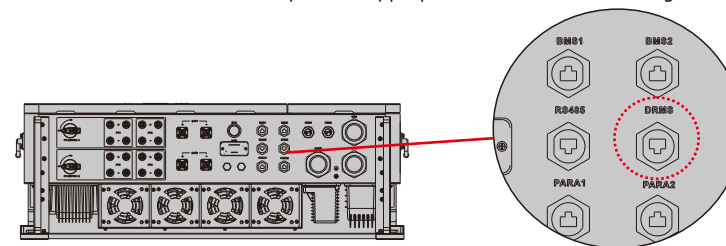

Figure 4.6-5 Interface RJ45
Étape 4. Branchez le terminal RJ45 à la position appropriée sur l'onduleur. Voir Figure 4.6-5.